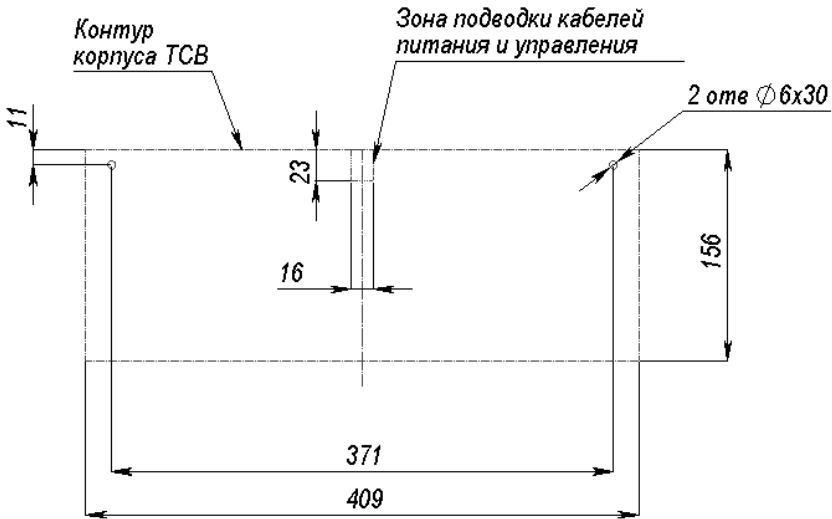

Рисунок 4 — Схема разметки для установки ТСВ
8.4.2 Произведите разметку и разделку отверстий на установочной поверхности для крепления ТСВ и проводки всех кабелей (см. рисунок 4). Установите в отверстия 6x30 пластиковые дюбели и вверните в них шурупы 4,2x25 так, чтобы головка шурупа оступала от стены на 5 мм.